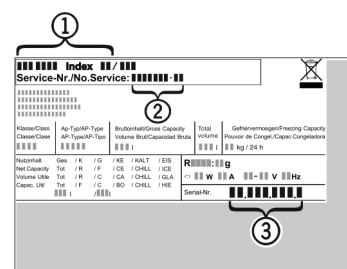

Fig. 35
- ▶ Z nazivne ploščice odčitajte oznako aparata Fig. 35 (1), servisno št. Fig. 35 (2) in serijsko št. Fig. 35 (3). Nazivna ploščica se nahaja na levi strani notranjosti aparata.
- ▶ Obvestite servisno službo in jim povejte, za kakšno napako gre, povejte pa tudi oznako aparata Fig. 35 (1), servisno št. Fig. 35 (2) in serijsko št. Fig. 35 (3).